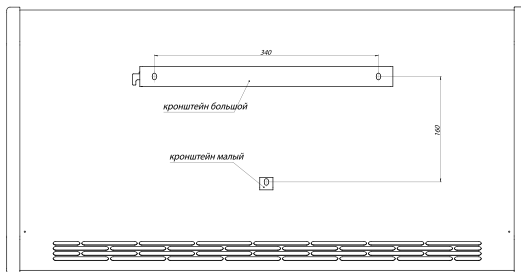

Рис. 3
При установке конвектора на стену необходимо также соблюдать минимальные расстояния от предметов (см. рис.3).
3. Приложить кронштейны к стене и произвести разметку отверстий (см. рис.3).